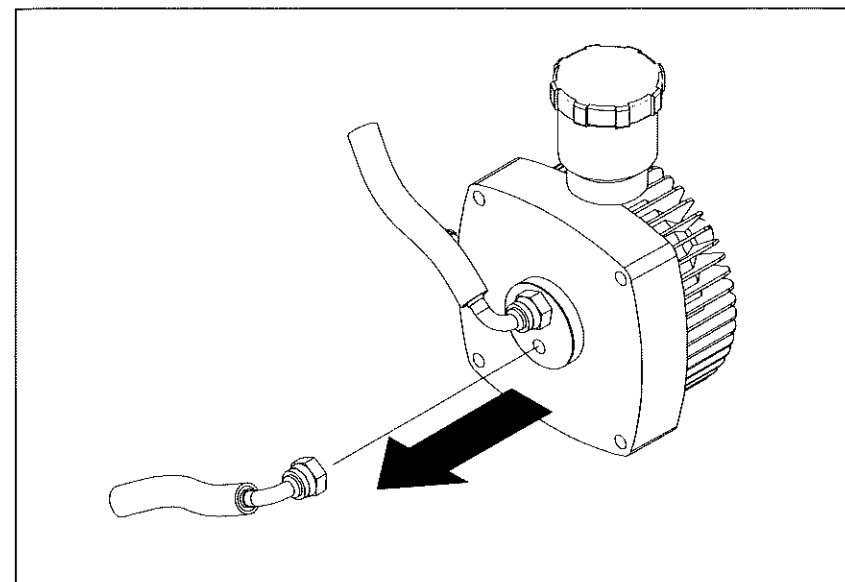

Fig. 21
- Destornillar el tapón inferior de la bomba y descargar completamente el aceite recogiéndolo en un recipiente (Fig. 21).